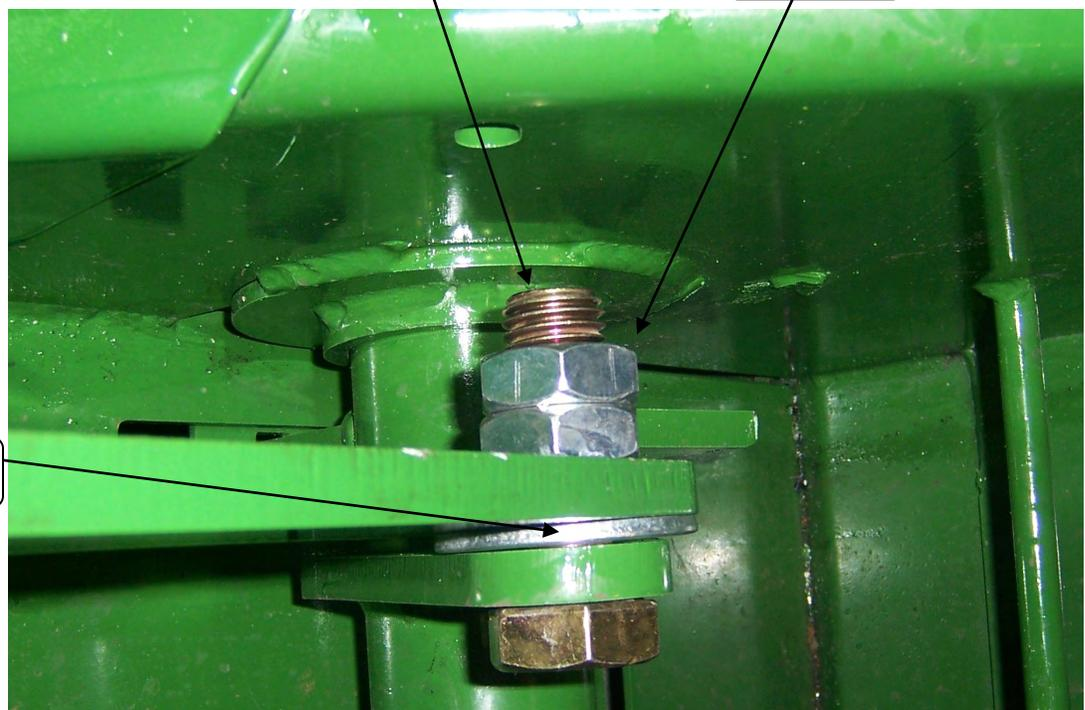

Рис. 13
Установите соединительные рычаги выемками вниз. См.рис.12. Вставьте болты P# 2534, шайбы P# 1605 и две (2) гайки P# 1739 в отверстие для соединительных реек створок для зерна. См. рис. 13. Затяните сначала только гайки вручную, чтобы у реек был свободный ход. Полностью затяните опорные гайки. См.рис. 13.
Плавно задвиньте крышку корпуса цилиндра P# 85798 поверх соединительных реек. Плавно поместите крышку корпуса заднего цилиндра P# 85799 поверх соединительных реек. Закрепите болтами P# 1206 и гайками с кольцами P# 2082. См.рис. 13а и 13b.
Рис. 13а
Разместите лестницу P# 85575 в задней части тележки, поставьте болты P# 1249 и шайбы P# 1600 через верхние отверстия и закрепите флянц.гайками P#2084. См.рис. 13с. Установите болты P# 1293 и шайбы P# 1620 в нижние отверстия и закрепите контргайками P# 2546. Затяните все болты. Поместите опорный ремень P# 85417 внизу лестницы. Вставьте болты P# 1164 и шайбы P# 1596 через резиновую отделку и отверстия снизу лестницы и закрепите контргайками P# 2546. Повторите процедуру на другой стороне и затяните крепежи. Поставьте в ровень нижнюю ступеньку P# 85416 с резиновой отделкой P# 85417. Поставьте болты P# 1164 и шайбы P# 1596 и закрепите шайбами P# 1596 и контргайками P# 2564. См.рис. 13d.
Рис. 13с